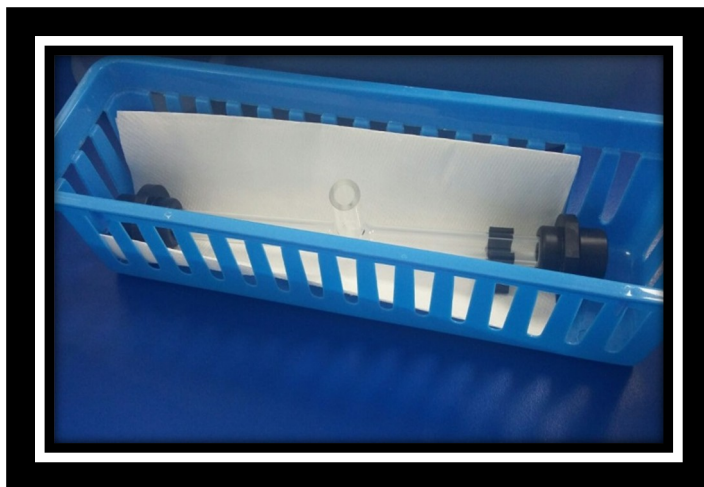

Figura 14
6.3.12 Colocar la celda en la canasta (Figura 14).